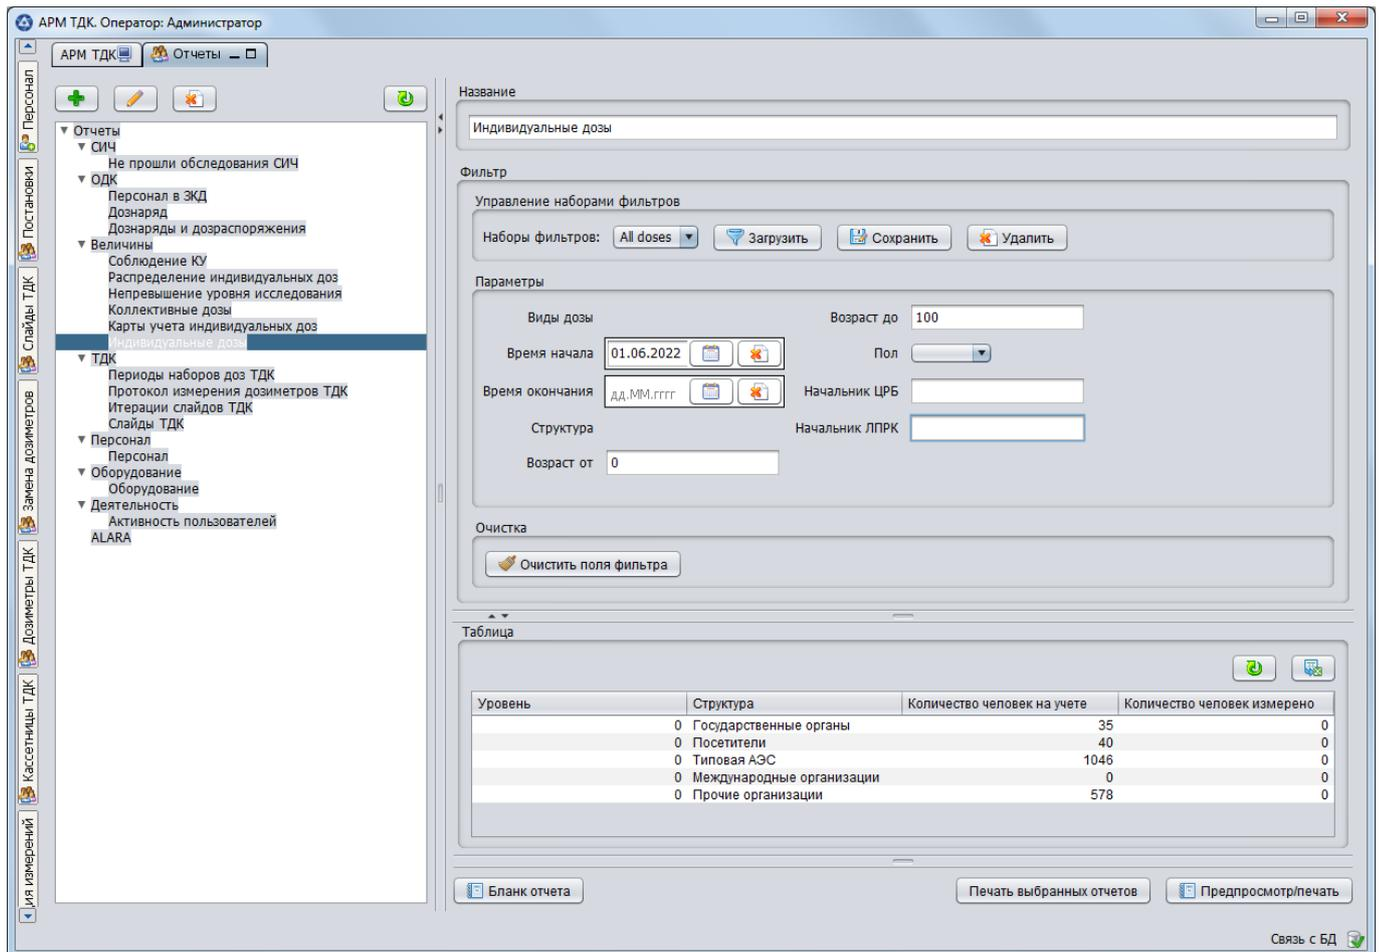

Рисунок 9
3.4.6.1. Панель «Отчеты» предназначена для построения отчетных форм с последующим выводом их на печать. Состав панели «Отчеты» приведен на рис. 9.